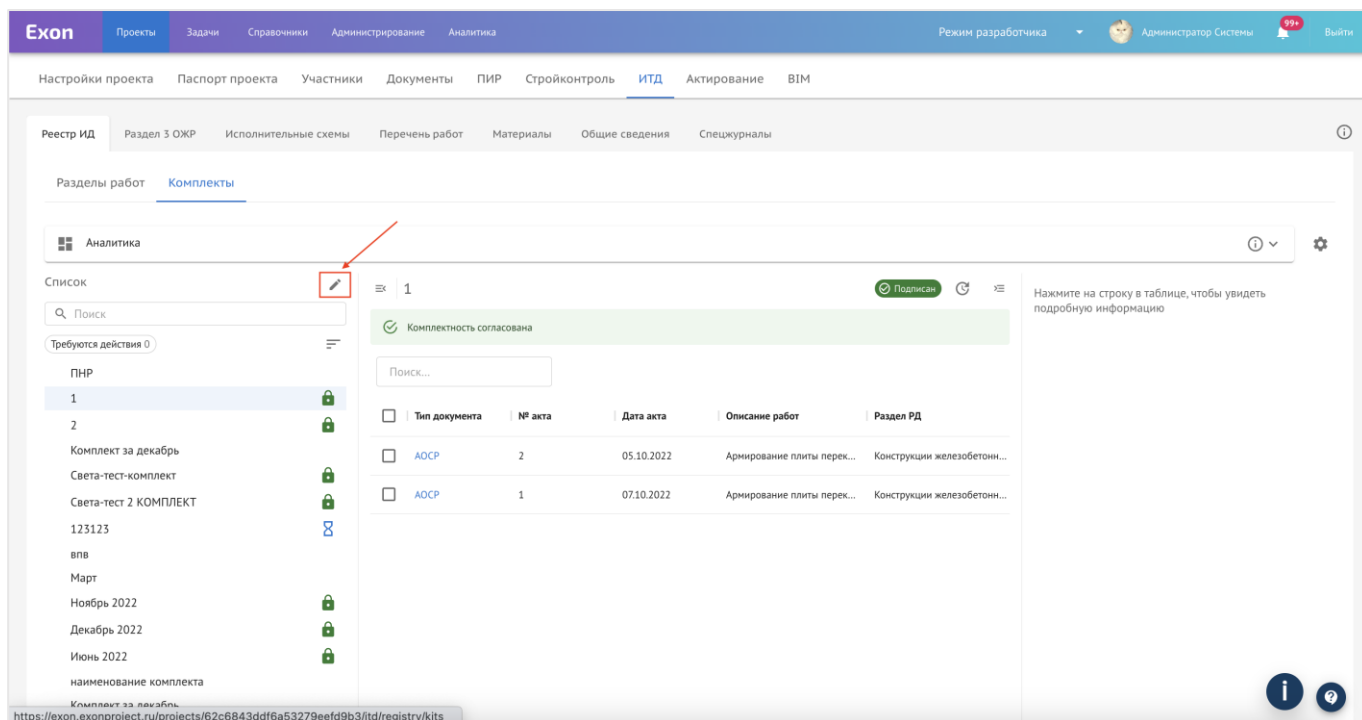

Рис. 86 – Редактирование списка Комплектов
1. Нажать на «Карандаш» (рис. 86);